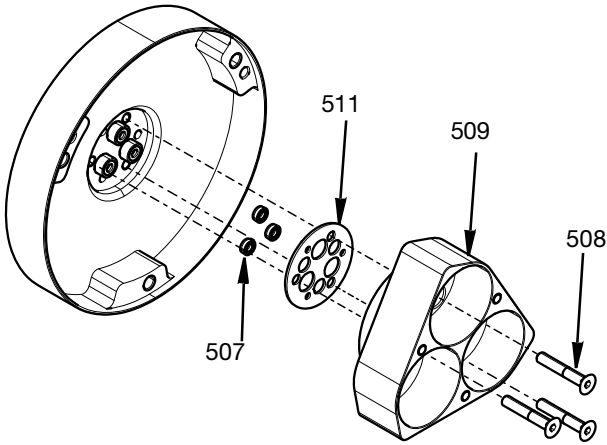

FIG. 14
6. Hava silindri muhafazasını (509) sabitleyen üç adet M4 vidayı (508) sökün. Hava silindri muhafazası çıkarıldıktan sonra, silindir muhafazası contası (511) ve mil contaları (201) çıkarılabilir. Mil contalarının çıkartılması için **Conta Takma ve Çıkarma Araç Kiti, 25T489**, sayfa 32'ye bakınız. Bkz. FIG. 14.